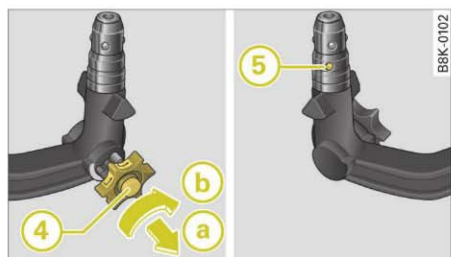

Fig. 206 Dispozitiv demontabil de remorcă: Pretensionarea cuplei sferice
- Pentru a încuia cupla sferică, introduceți cheia ④ ⇒ fig. 206 în rozetă și rotiți spre dreapta.
- Trageți rozeta în sensul indicat de săgeata ⑤ și răsuciți-o în sensul săgeții ⑥ până când sfera de blocare ⑤ se blochează ⇒ ⚠.